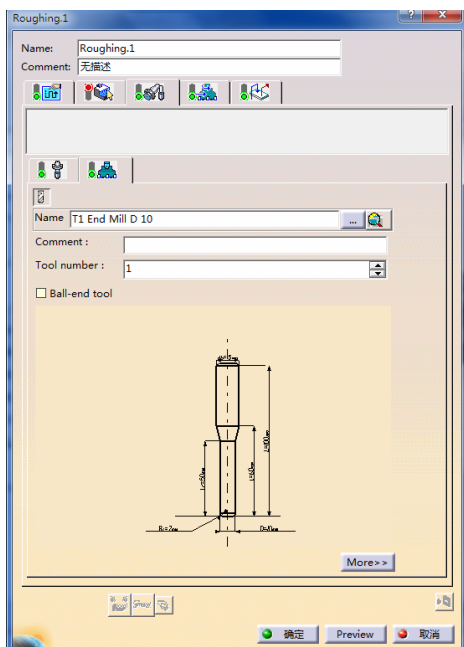

图 3-21 刀具参数选项卡 (1)
- 单击“Roughing.1”对话框(1)中的，切换到刀具参数选项卡(1)，在“Name”文本框中输入“T1 End Mill D10”，取消“Ball-end tool”复选框，如图 3-21 所示。